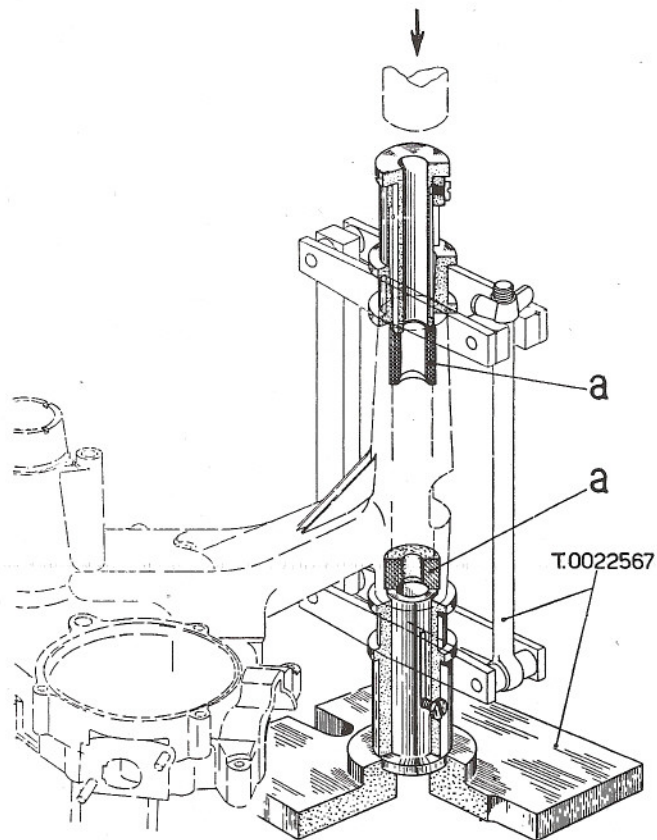

Fig. 25/D - Montaggio tamponi in gomma sulla traversa
**Rimontaggio** (Fig. 25/D - 26/D - 27/D - 28/D).
**1a. operazione (1)**: Montare i tamponi « a » con le svasature rivolte come in figura; usare una pressa idraulica di potenza min. 5 t.